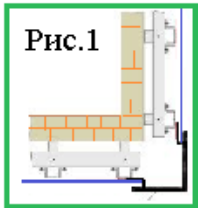

Рис.1 Угол объемный наружный
1.5 Для начала монтажа металlosайдинга завести первую панель в угловые и стыковочные рейки таким образом, чтобы между торцом панели сайдинга и жесткими ребрами реек и углов оставался зазор 10 мм. Панель сайдинга должна заходить в стыковочные элементы на одинаковое расстояние. (Рис.1)